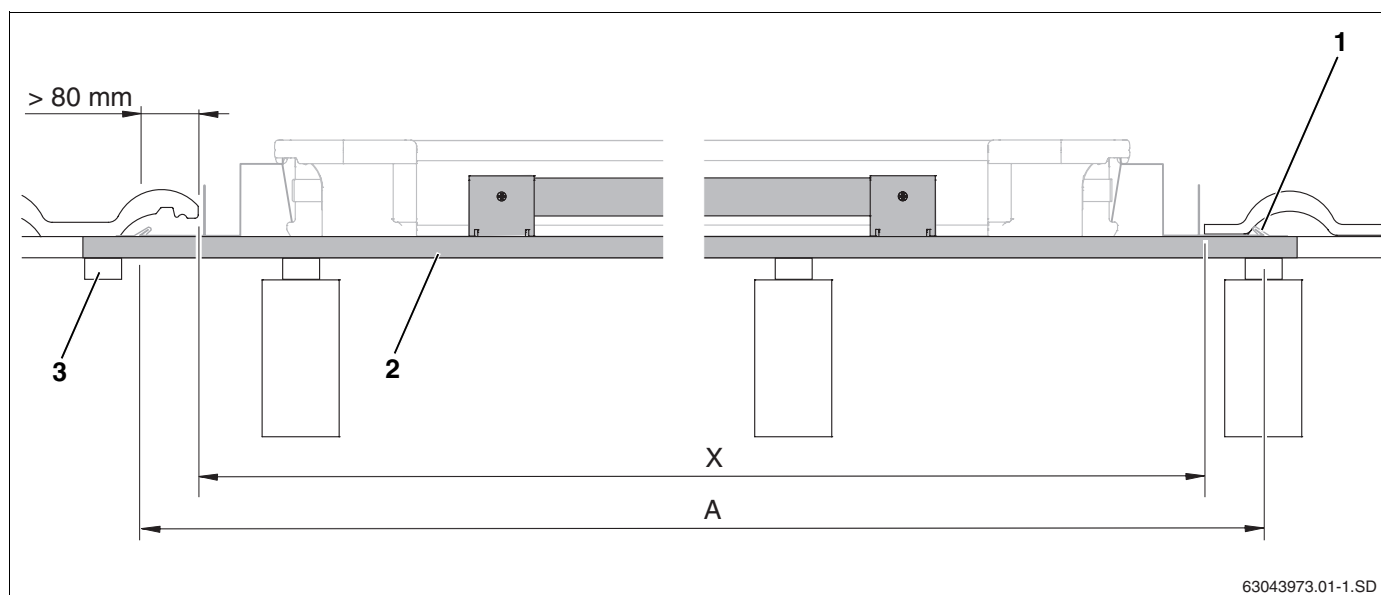
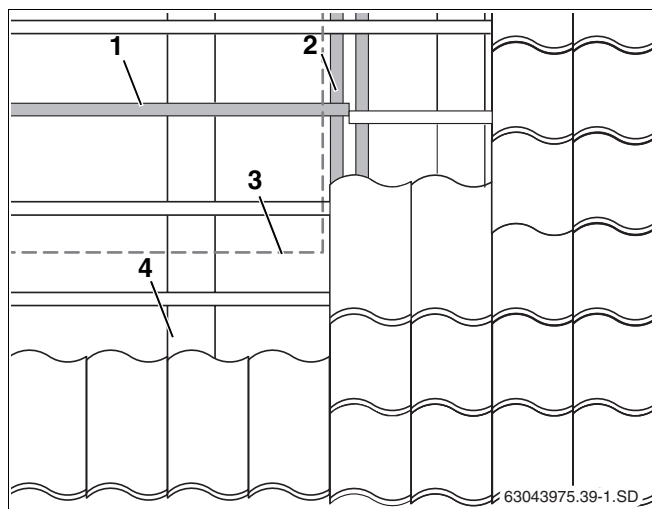

Fig. 9 Longitud de los listones de tejado adicionales (en este caso: primer listón inferior con seguro contra deslizamiento)
Fig. 13 Desplazamiento de listones de tejado en el área del campo de colectores
La longitud mínima de los listones de tejado adicionales (fig. 9, **pos. 2**) responde a la anchura del campo de colectores (tab. 5, pág. 15, medida A) más aprox. 10 cm para los topes laterales (fig. 9, **pos. 1**).
- Fije las juntas de los listones en los cabrios o realice una unión adecuada de las mismas, p. ej. asegurándolas mediante los listones existentes (fig. 9, **pos. 3** y fig. 13, **pos. 2**).
Si se necesita montar un listón de tejado adicional (fig. 13, **pos. 1**) en la posición ocupada por otro listón, debe desplazarse y fijarse de forma correspondiente el listón ya existente (fig. 13, **pos. 2**) en el área del campo de colectores (fig. 13, **pos. 3**).